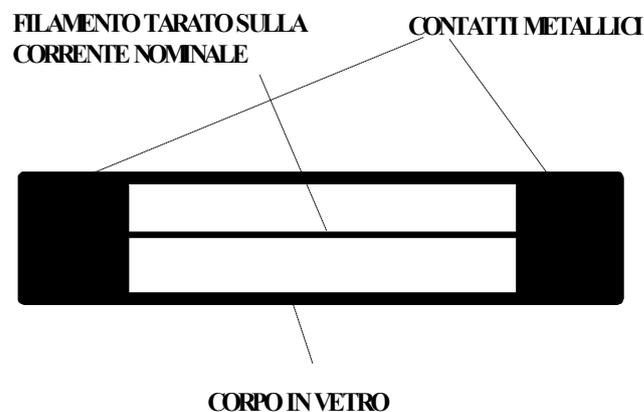

FIGURA 4
- Sulle schede elettroniche quasi sempre è presente un fusibile (figura 4) (indicato con F1 nella nostra scheda campione di figura1), di cui è bene verificare l'integrità. Di solito se ne verifica la funzionalità osservandolo in controluce, se il filamento è rotto il fusibile è da sostituire; tuttavia possono capitare casi in cui la rottura non appare dall'esame visivo, quindi per essere sicuri è meglio testare il componente con un ohmmetro o meglio ancora